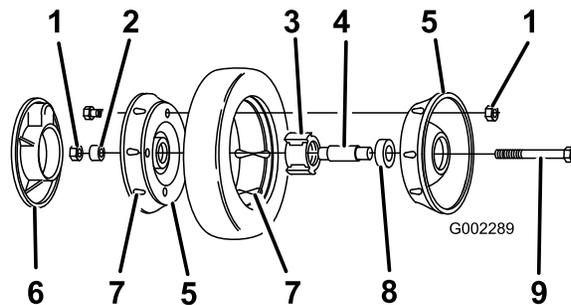

Figure 28
3. Retirez le boulon, la bague d'espacement et le contre-écrou qui fixent la roue au bras de pivot (Figure 28).
4. Séparez du pneu les deux moitiés de la roue en retirant les 4 boulons et 4 contre-écrous (Figure 28).
Remarque: Pour extraire les roulements de l'ensemble moyeu/roulements, appuyez sur la douille d'écartement des roulements (Figure 28).
1. Posez le pneu sur une des demi-roues, en faisant correspondre les reliefs (Figure 28).
2. Placez l'ensemble roulement/moyeu dans le trou central de la moitié de roue. Les ailes du moyeu doivent reposer sur le flasque de l'ouverture (Figure 28).
3. Posez l'autre demi-roue sur l'ensemble moyeu/roulement en faisant correspondre les trous et les reliefs de la roue et du pneu (Figure 28).
4. À l'aide de 2 vis ou boulons entièrement filetés (1/4-20 x 1,50 pouce) et d'écrous non-bloquants, réunissez les deux moitiés de roue sans les serrer. Installez les vis ou les boulons dans les trous opposés (Figure 28).
pour assurer un serrage uniforme, jusqu'à ce que les demi-roues soient réunies (Figure 28).
- Montez et serrez les 2 boulons et les 2 contre-écrous retirés auparavant dans les trous libres des demi-roues. Retirez les 2 vis ou boulons longs et remplacez-les par 2 boulons et 2 contre-écrous (Figure 28).
- Posez la roue sur le bras de pivot à l'aide des boulons, d'une entretoise et d'un contre-écrou. Vérifiez si la bague est bien placée entre le moyeu de la roue et le bras de pivot (Figure 28).